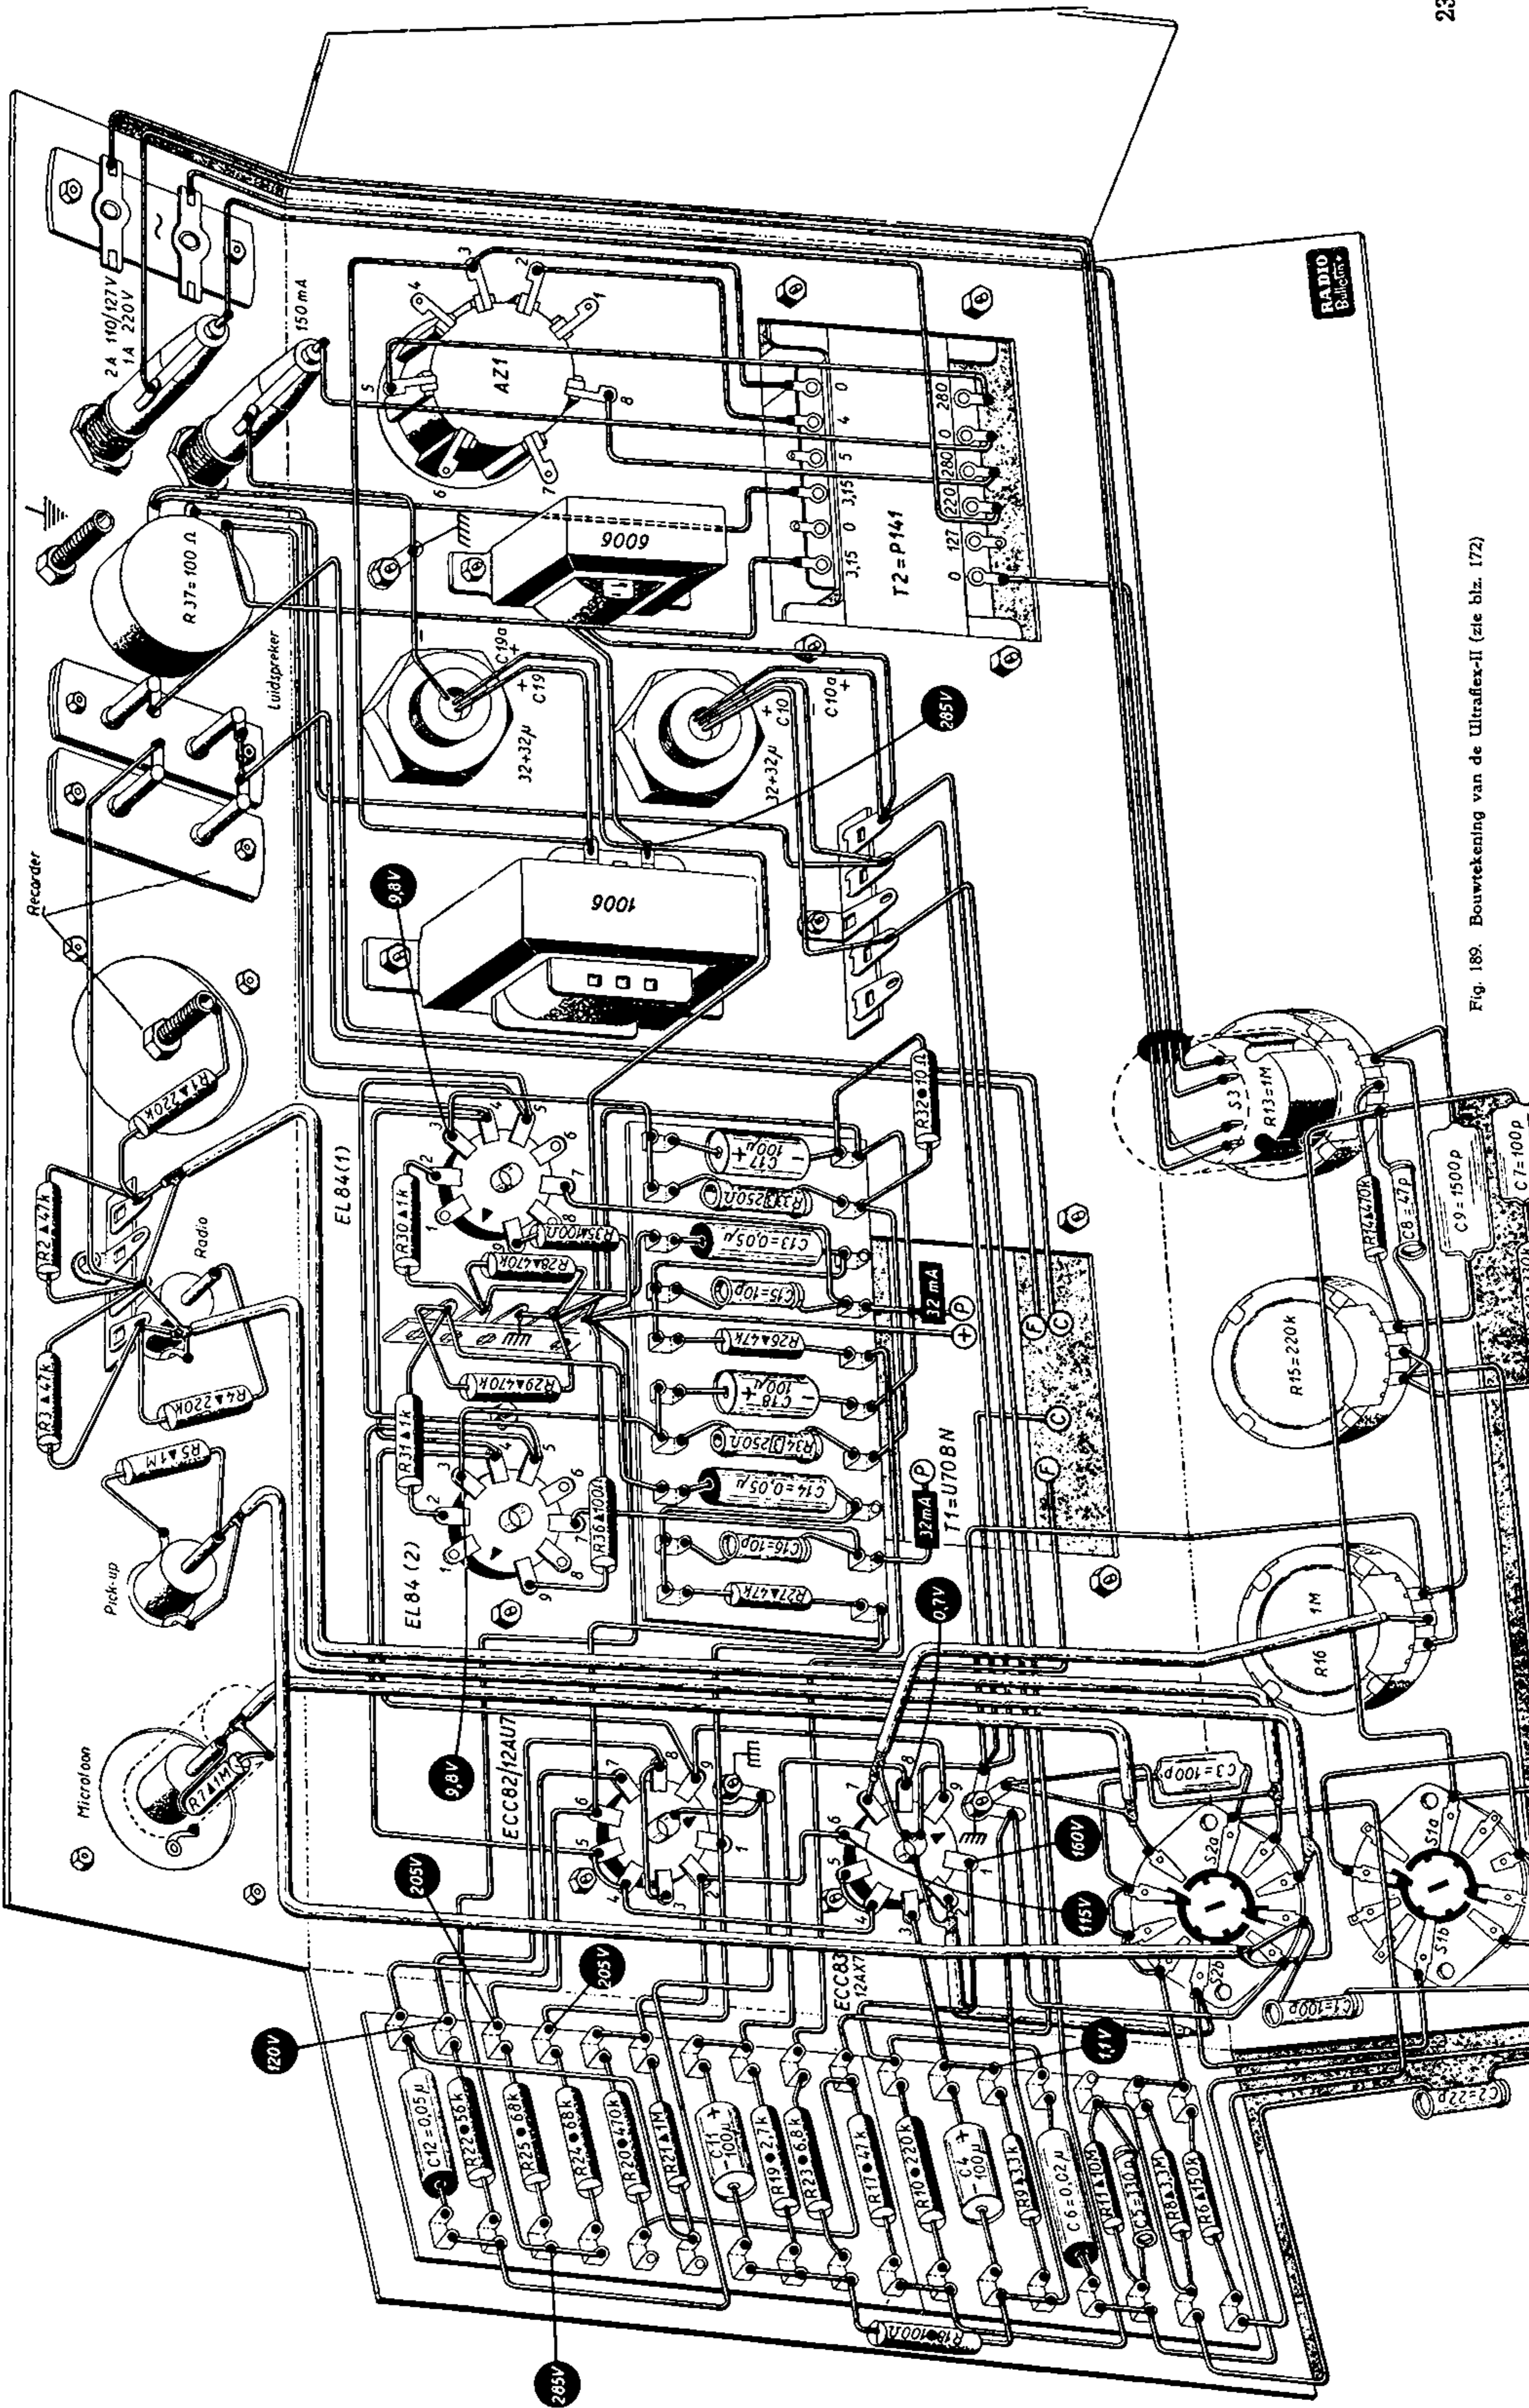

Fig. 189. Bouwtekening van de Ultraflex-II (zie blz. 172)
Er is een ontbrommer (R_{37}) toegevoegd, welke wordt ingesteld bij vol opgedraaide sterkte- en basregelaars en met de schakelaar in de microfoonstand, echter zonder dat een microfoon is aangesloten. Indien men de montagetekening fig. 189 nauwgezet aanhoudt en dus de microfooncontactbus tezamen met R_7 afschermt, een afscherming aanbrengt om de netschakelaar en de afschermbus om de ECC83 alsmede de bodemplaat onder het chassis niet vergeet, dan is een uiterst gering bromniveau te bereiken, zeker beter dan -60 dB t.o.v. maximum uitgangsvermogen. In het schema is de AZ1 als gelijkrichter aangegeven maar men kan met voordeel de aanwezigheid van de 5 V wikkeling op de P141N uitbuiten en een modernere gelijkrichtbuis toepassen, b.v. 5Y3GT, 5V4G, 5Z4 (G) of GZ32, allen voorzien van octalvoet. Door hun kleine inwendige weerstand leveren deze buizen een hogere spanning dan de AZ1 en ter voorkoming van overbelasting van de versterkerbuizen moet in dit geval een 3 watt weerstand van 125 à 250 Ω tussen L_2 - C_{19} en de katode van de gelijkrichter worden aangebracht. Met eerstgenoemde weerstandwaarde krijgt men dan 320 V over C_{19} , waarmee een maximaal uitgangsvermogen van 12 W bereikbaar is.
De bouwtekening (fig. 189) van de Ultraflex-II is achter in dit boek opgenomen.